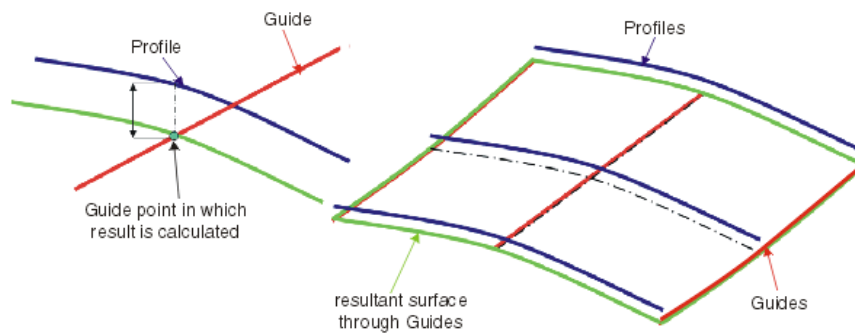

Figura 2.120 Explicación de Adjust cuando las guías son las que tienen influencia en el resultado.
- **Adjust to Guide:** son las guías las que tienen mayor influencia en el resultado. Entonces, son los perfiles los que se usan como guías para lograr una transición más suave del resultado entre guías (Figura 2.120).